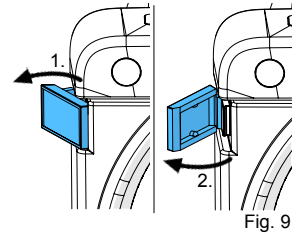

Fig. 9
- Åbn dørlåsene (fig. 9).
- Tag unbrakonøglen (22) ud af holderen.
- Tag beskyttelseskappen (15) af.
- Løsn fastgørelsesskruen (16), og tag trimmerskiven af.
- Sæt en ny trimmerskive i låsestifterne (17).
- Åbn dørlåsene (fig. 9), og tag trimmerdøren af.
- Skru aftrækningsværktøjet (11) i bæreflangeren (23), indtil bæreflangeren er løsnet fra akslen.